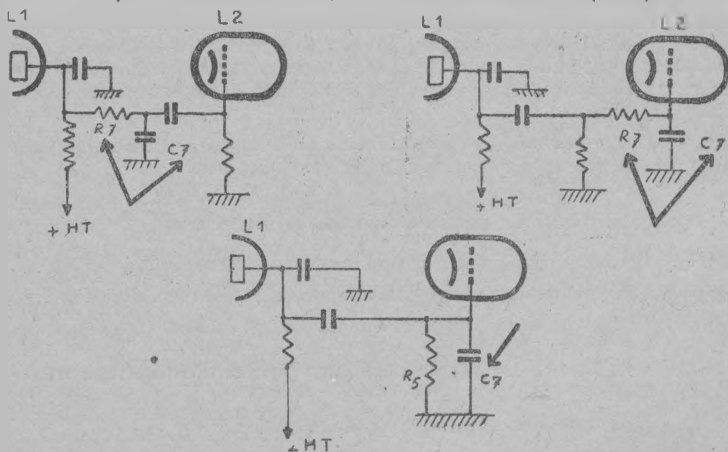

Fig. 14. — Lutte contre les accrochages.
- l'effet d'une cellule de découplage dans la liaison entre L₁ et L₂. Cette cellule sera montée suivant le schéma de la figure 14. On donnera, par exemple, les valeurs suivantes aux éléments :